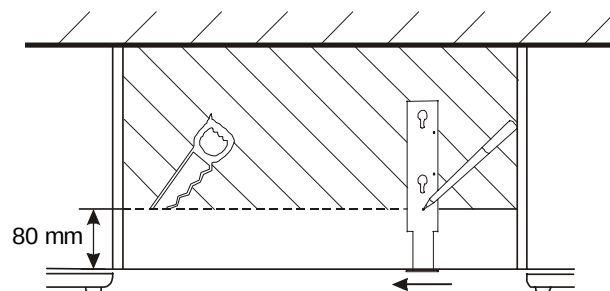

Fig. 8
Montering af emhætten i et skab (fig. 8):
- ❶ Tegn en linie efter monteringskabelonen, se fig. 8. Sav efter linien og lav en udskæring i bunden af overskabet.